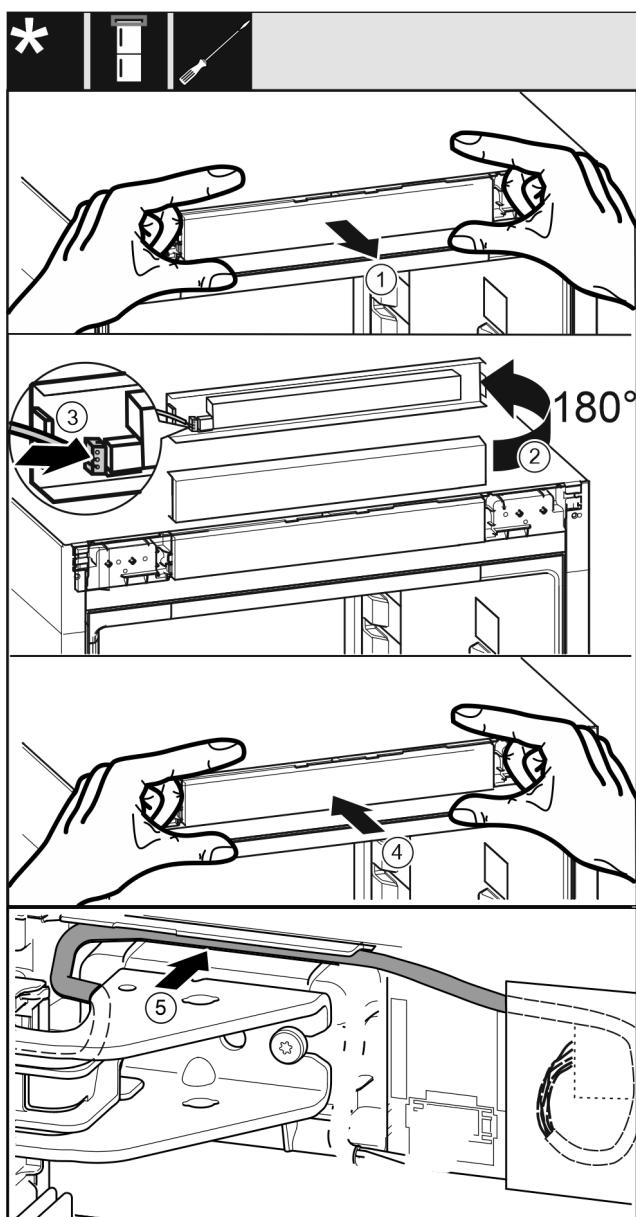

Fig. 43
- Izņemiet uzmanīgi vadības aizsegus. Fig. 43 (1)
- Pagrieziet aizsegus par 180° uz augšu. Fig. 43 (2)
- Nofiksējiet spraudni pie vadības pārsega. Fig. 43 (3)
- Nofiksējiet atkārtoti vadības aizsegus pie ierīces. Fig. 43 (4)
- Ievietojet uzmanīgi pelēko kabeli vadotnē virs augšējā gultņa balsta. Fig. 43 (5)